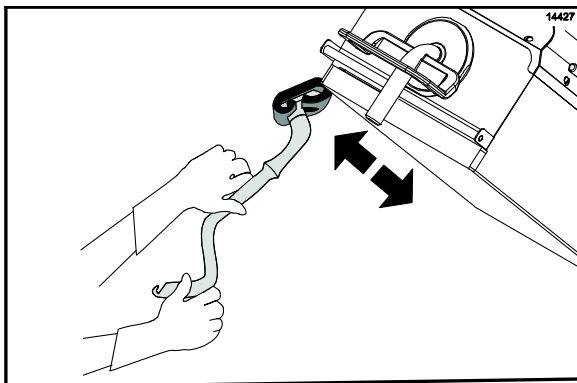

Abbildung 92
18. Die Grillreinigungsflüssigkeit auf die Außenkanten der rechten und linken oberen Grillplatte auftragen. (Siehe Abbildung 92.)